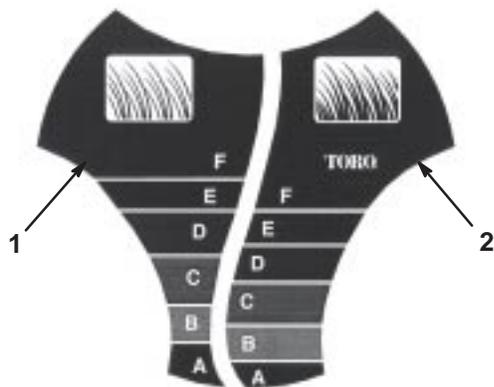

Figure 17
Le système *SmartWheel*™ comporte deux échelles de coupe : *Clairsemée/Normale* et *Drue*—de manière à garantir une hauteur de coupe adaptée quelle que soit la nature de l’herbe (Fig. 17). Utilisez principalement l’échelle *Clairsemée/Normale* pendant les mois d’été. L’échelle *Drue* est utilisée de préférence quand l’herbe est drue et humide, généralement au printemps.
2. Amenez la tondeuse sur la surface de travail, arrêtez-vous quand le dessin *SmartWheel* est vertical sur l'une des roues arrière (Fig. 17).